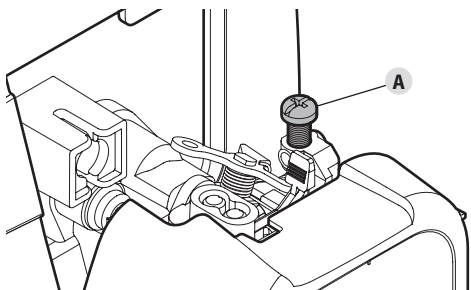

Fig. 20
- Si el motor se para, aumente la velocidad de ralentí. Use un destornillador Phillips pequeño para girar el tornillo de velocidad de ralentí (Fig. 20-A) en el sentido de las agujas del reloj, 1/8 de giro cada vez hasta que el motor funciona al ralentí de manera uniforme.